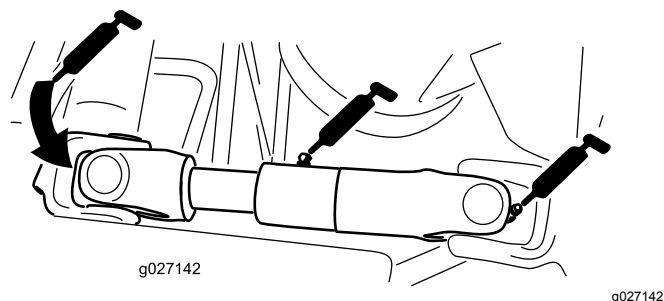

Figura 44
- Articulación de cardán del árbol de transmisión de la bomba (3) (Figura 44)